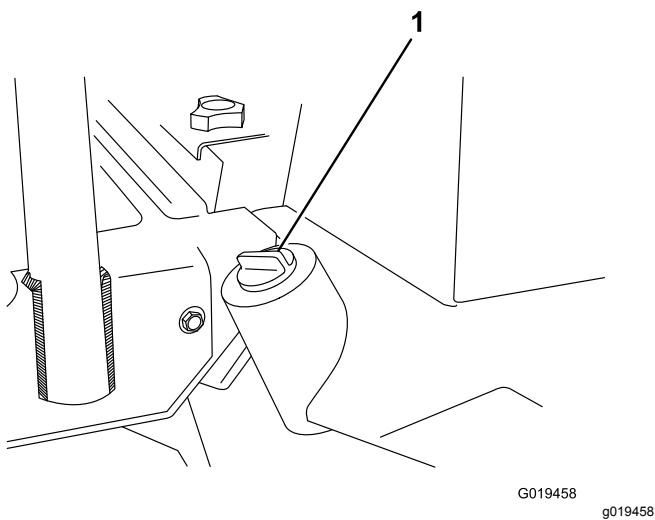

Figura 72
- Limpe a zona em redor do tubo de enchimento e da tampa do depósito hidráulico (Figura 72). Retire a tampa do tubo de enchimento.